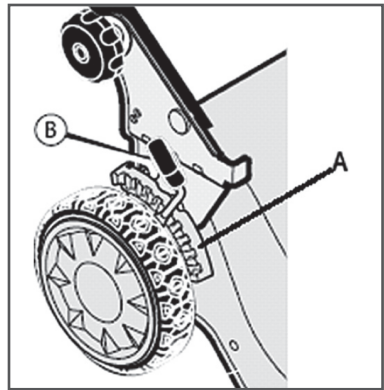

Рис. 11 Регулировка высоты скашивания
Для изменения высоты скашивания, измените положение рычага регулятора (B) следующим образом (Рис. 11).